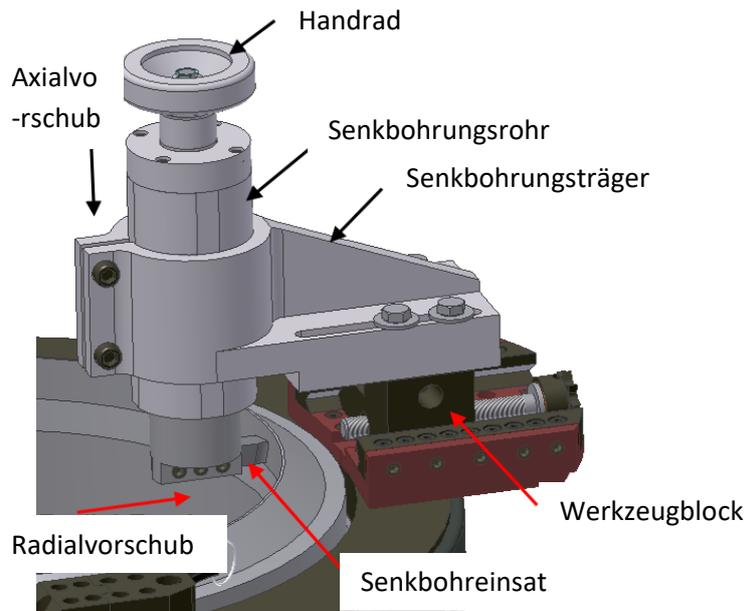

Abbildung 12
2. Den Senkbohraufsatz in die Senkbohrungsstange einführen. Die Schneidseite des Aufsatzes sollte den Stellschrauben in der Stange zugewandt sein (siehe Abb. 12).